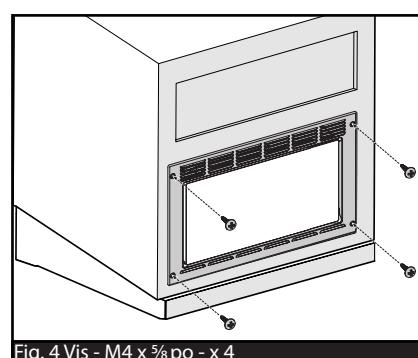

Fig. 4 Vis - M4 x 5/8 po - x 4
5. Fixer le four à micro-ondes à l'armoire à l'aide de 4 vis - M4- x 5/8 po (Fig. 4).